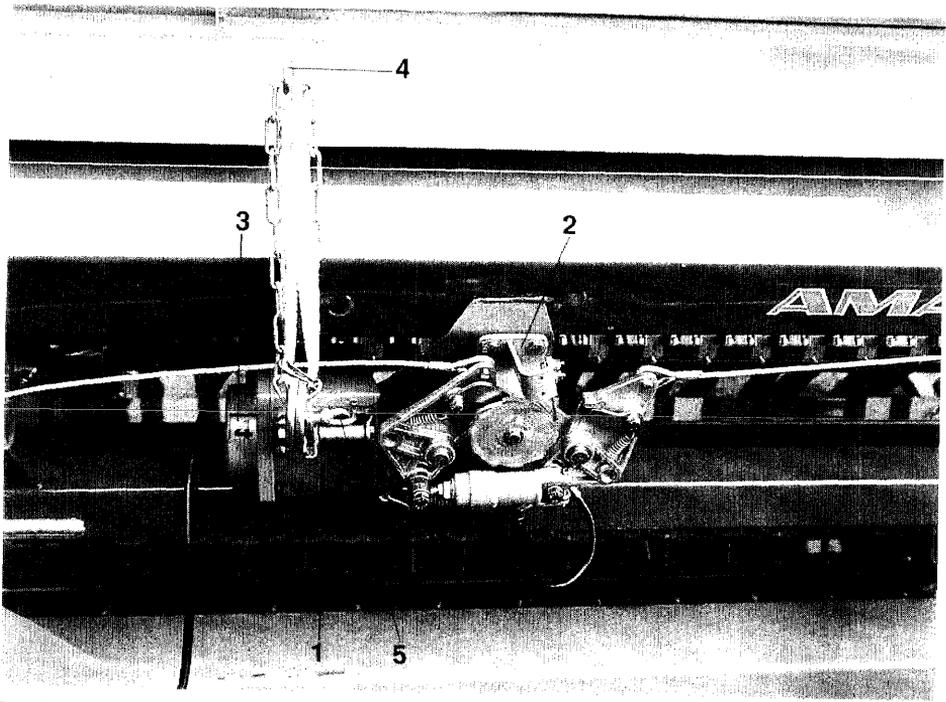
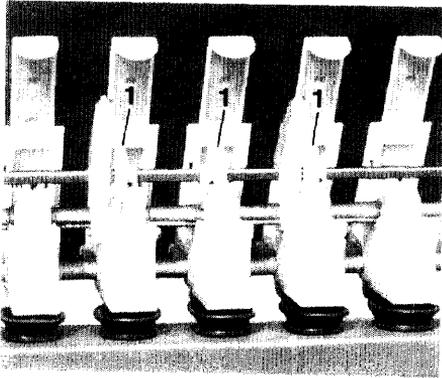
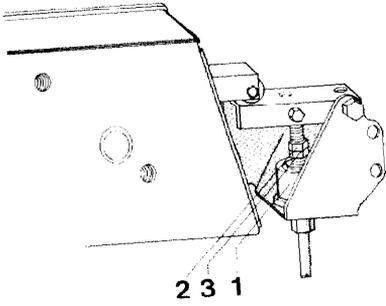
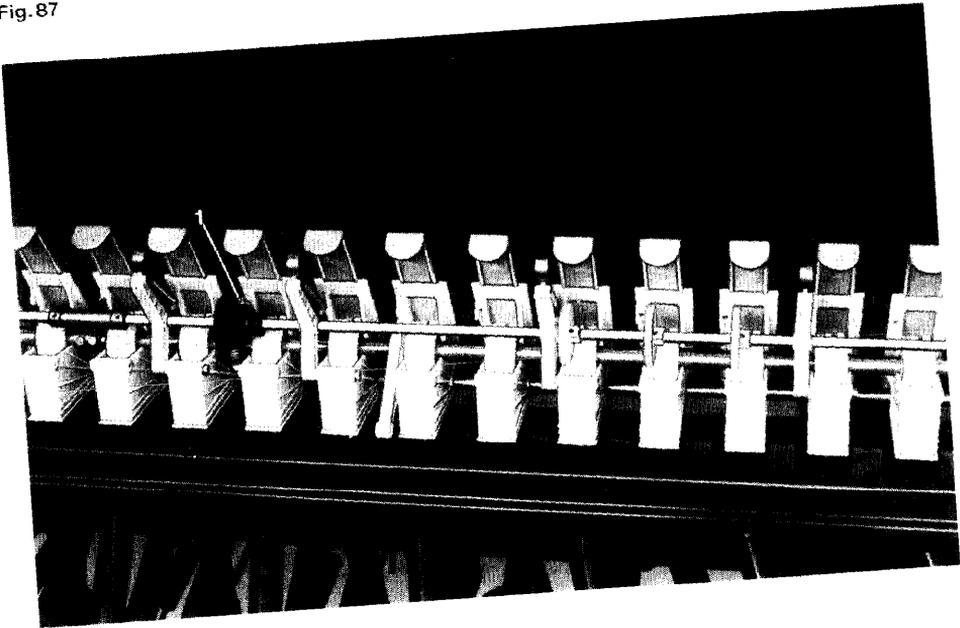

Fig. 84
Fig. 85
Fig.87
Fig.88
Le boîtier programmeur du jalonneur hydraulique (fig. 84/1) est synchronisé avec l'inverseur hydraulique des traceurs (fig. 84/2). L'inversion des traceur entraîne également le fonctionnement du jalonneur. Le raccordement hydraulique du jalonneur au tracteur s'effectue à un distributeur simple-effet.
Un affichage par chiffres (fig. 84/3), visibles du poste de conduite, permet de savoir en permanence dans quelle position se trouve le jalonneur. Dès que le chiffre "0" apparaît, les pignons d'entraînement (fig. 85/1) et les roues distributrices s'immobilisent. Les graines ne peuvent plus être distribuées ce qui laisse deux traces non semées. Un disque cranté, à l'intérieur du boîtier programmeur, commande la fréquence du jalonnage.
Avant de commencer le semis, régler le boîtier programmeur du jalonneur en affichant le chiffre correct (fig. 84/3) en tirant à la main la tige de commande (fig. 84/4). Des exemples de plan de jalonnage sont fournis dans le paragraphe 23.2. En commençant, il faut aussi veiller à ce que l'inverseur hydraulique des traceurs soit correctement réglé et que le traceur soit abaissé du côté souhaité.
Si l'on ne jalonne pas, mais que l'on utilise les traceurs, il faut verrouiller le système de jalonnage. La vis à oeil (fig. 84/5) est poussée dans le trou oblong aussi bas que possible pour que le levier de commande soit bloqué.
Le chiffre (fig. 84/3) affiché ne doit plus être "0", car sinon le semoir effectuerait en permanence des passages de voies non ensemencées.
Les roues distributrices, utilisées pour jalonner (ci-après roues jalonneuses) les voies de passage, sont entraînées par des pignons (fig. 85/1) qui sont fixés sur un arbre secondaire (arbre de jalonnage). Les roues jalonneuses tournent librement sur l'arbre de distribution. Le boîtier programmeur (fig. 84/1) commande un système de crabotage selon le cadencement souhaité qui embraye ou débraye l'arbre de jalonnage. D'autre part, le système de crabot est actionné par un levier de débrayage (fig. 88/1). Dès que le levier s'accroche dans le crantage du crabot, l'arbre de jalonnage s'immobilise et les roues jalonneuses ne transportent plus de grain. Le repère numérique "0" apparaît dans la fenêtre d'affichage (fig. 84/3) du boîtier programmeur.
Faire fonctionner plusieurs fois le jalonneur. Vérifier si en position "0", le levier d'embrayage (fig. 88/1) maintient arrêté l'embrayage à ressort et que l'entraînement des roues distributrices de jalonnage est bien arrêté.
Après chaque passage de "0" sur "1", le levier d'embrayage relâche l'embrayage à ressort et les pignons d'entraînement doivent s'enclencher à nouveau. En contrôlant le fonctionnement du jalonneur de post-levée, il faudrait aussi actionner le vérin hydraulique (fig. 87/1) placé dans le boîtier programmeur à la place du levier de commande (fig. 84/4).
- Desserrer le contre-écrou (fig. 87/2).
- Tourner l'écrou (fig. 87/3) à gauche jusqu'à ce que le boîtier programmeur s'enclenche de manière audible ; effectuer encore deux rotations à gauche avec l'écrou puis le bloquer à l'aide du contre-écrou.
- Serrer à fond le contre-écrou (fig. 87/2).